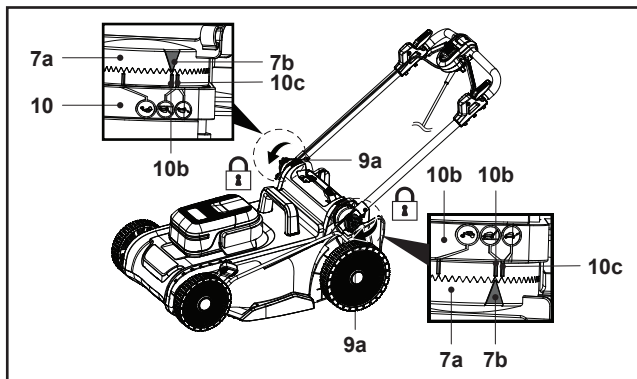

Fig. 2
4. Alinee el triángulo indicador (7b) de la placa del regulador (7a) con uno de los indicadores de altura del manillar (10b/10c) del soporte del manillar (10) y, a continuación, apriete los mandos de bloqueo (9a) (Fig. 2) para asegurar el conjunto del manillar (5, 7).